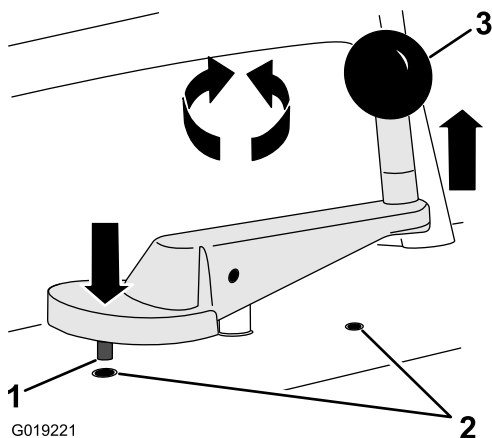

Figure 18
- B. Tournez la manivelle de réglage de hauteur (Figure 18) dans le sens antihoraire pour abaisser la lame jusqu'à ce qu'elle touche la surface de travail.
- C. Tournez la manivelle de réglage de hauteur d'1 tour dans le sens horaire pour élever la lame (Figure 18). La machine est à la **hauteur de démarrage**.
2. Tournez le bouton de la jauge de profondeur jusqu'à ce que le repère blanc soit aligné sur le repère « -0 » de la jauge (Figure 18).
1. Élevez ou abaissez la lame en tournant la manivelle de réglage de hauteur de coupe jusqu'à obtention de la hauteur voulue (Figure 18).
2. Au besoin, tournez la manivelle de réglage de hauteur pour aligner le doigt d'indexage au bas de la poignée sur le trou correspondant dans le panneau de commande (Figure 18).
3. Tirez la manivelle vers le haut pour engager le doigt d'indexage dans le trou (Figure 18).